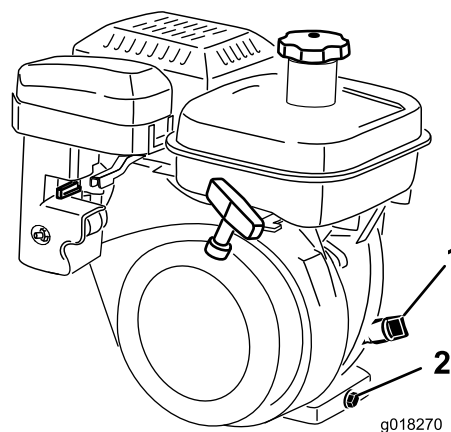

Figura 30
2. Coloque el cortacésped con el motor nivelado, y limpie la zona alrededor del indicador del nivel de aceite (Figura 30).
3. Retire el indicador del nivel de aceite girándolo en el sentido contrario a las agujas del reloj (Figura 30).
4. Limpie el indicador e introdúzcalo en el orificio de llenado. No enrosque el indicador en el orificio. Luego retírelo y compruebe el nivel de aceite. Si el nivel es bajo, añada solamente aceite suficiente para que llegue entre las marcas H y L del indicador (Figura 30). Compruebe el nivel de aceite. No llene demasiado.
2. En la parte trasera de la máquina, coloque un recipiente debajo del tapón de vaciado (Figura 30). Afloje el tapón de vaciado.